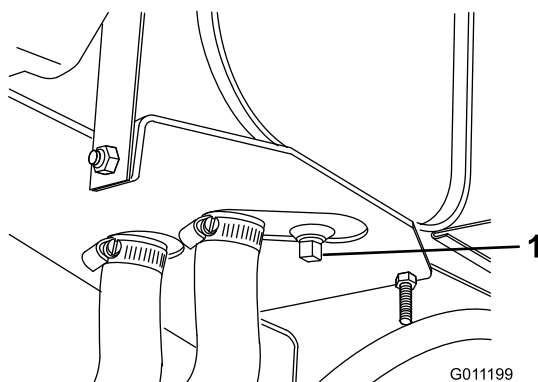

Figura 50
1. Retire o tampão de escoamento do reservatório (Figura 50) e deixe o óleo hidráulico escorrer para um recipiente adequado. Volte a instalar e aperte o tampão quando o óleo deixar de escorrer.